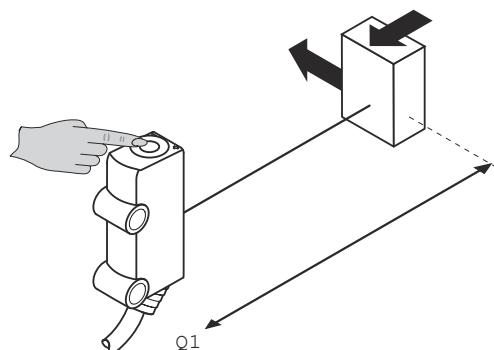

Figura 6: Ajuste de la distancia de conmutación
- 1 Colocar el objeto a la distancia deseada en la trayectoria del haz del dispositivo (observar la distancia de conmutación mín. y máx., véase figura 6, página 46).